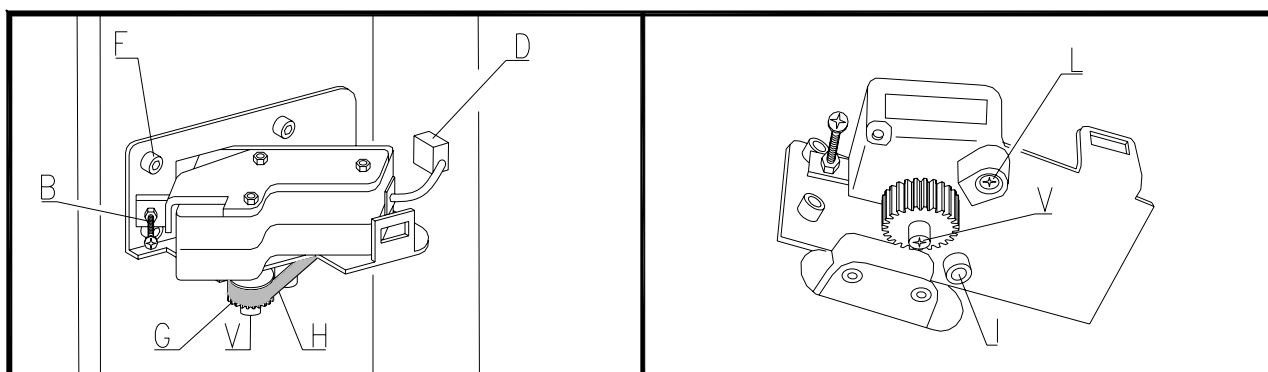

FIG. 18
I motorini di comando degli sportelli di prelievo possono essere sostituiti seguendo le istruzioni sotto elencate con riferimento alla FIG. 18:
La cinghia degli sportelli di prelievo può essere regolata seguendo le istruzioni sotto elencate con riferimento alla FIG. 18:
- Allentare le viti che si trovano sulla staffa porta motorino, pos. I e pos. L (FIG. 18);
- Regolare la posizione del motorino agendo sulla vite che si trova sopra il motorino stesso (pos. B FIG. 18) fino a quando la cinghia non raggiungerà la tensione voluta;
3. Sfilare il cinghiolo pos. H FIG. 18;